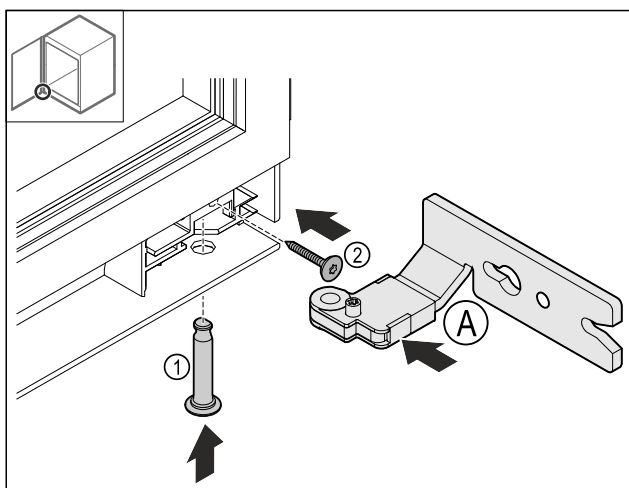

Fig. 26
- Założyć dolny zawias Fig. 26 (A).
- Włożyć Fig. 26 (1) zawiasy i przytrzymać.
- Dokręcić śrubę Fig. 26 (2).